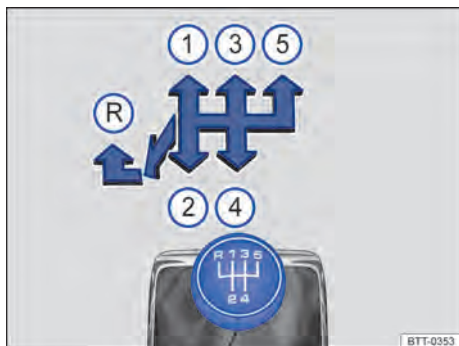

Fig. 91 Esquema de troca de marchas da transmissão manual de 5 marchas.
As posições de cada uma das marchas estão representadas na alavanca de troca de marcha → Fig. 91.
- Empurrar a alavanca de troca de marcha totalmente para a esquerda e depois para frente até a posição da marcha a ré → Fig. 91 (R).